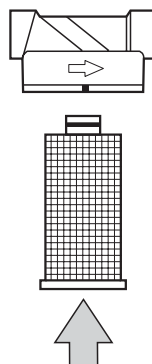

Fig.5
- Dopo averlo pulito con cautela e cura, inserire nuovamente la cartuccia all'interno della propria sede (Fig.5).